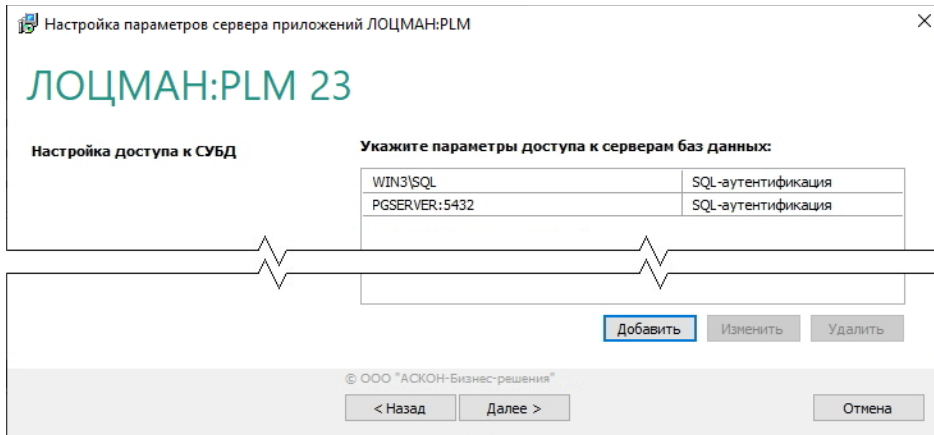

Рис. 4.30
Чтобы добавить параметры соединения сервера приложений с сервером баз данных, нажмите кнопку **Добавить** (рис. 4.30).
1. Чтобы изменить параметры соединения сервера приложений с сервером баз данных, выберите в списке сервер баз данных и нажмите кнопку **Изменить** (рис. 4.30).